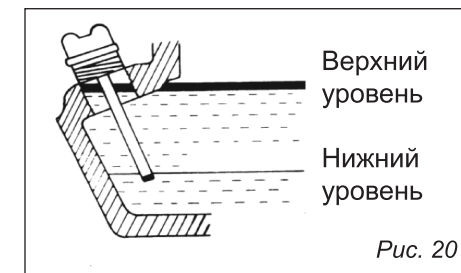

Рис. 20
2. Открутите крышку маслосливной горловины и протрите щуп (рис. 20).